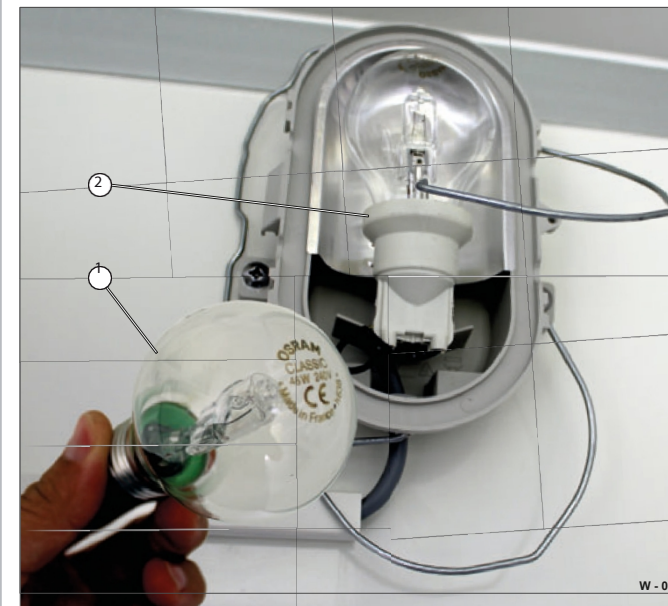

Fig. 17 Substituir a lâmpada eléctrica
- Desaparafusar cuidadosamente uma lâmpada defeituosa (Fig. 17/1).
- Enroscar completamente uma lâmpada nova do mesmo tipo / potência no casquilho (Fig. 17/2).